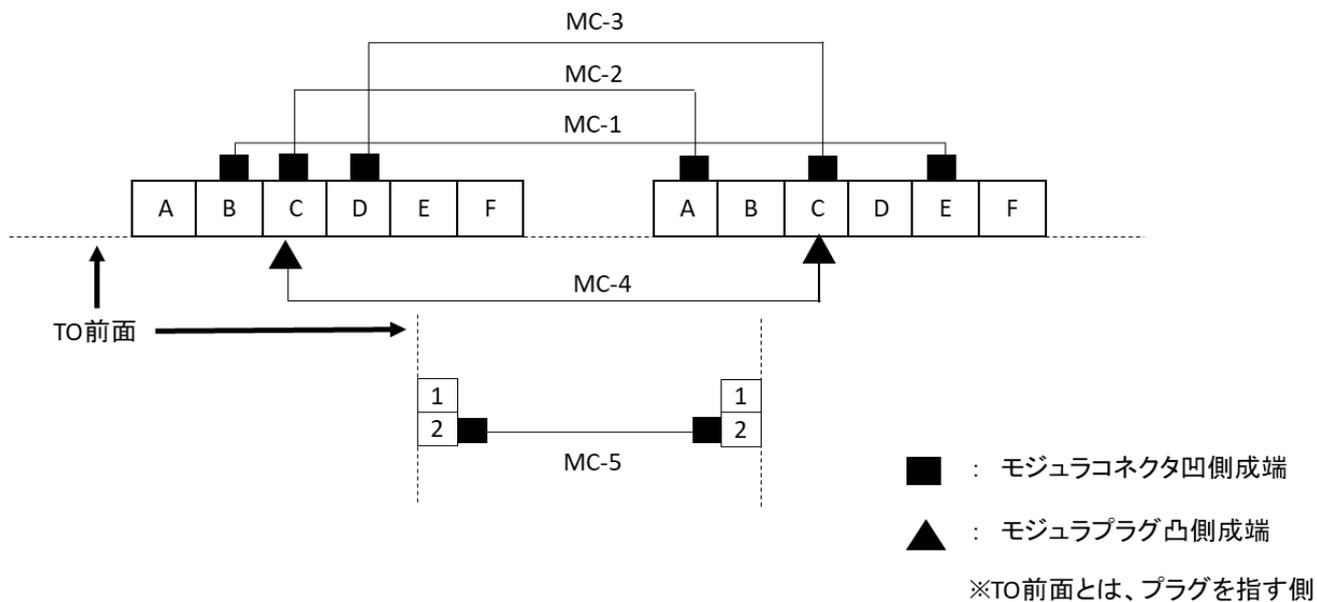

図4 配線図
- ・ 各配置・配線は図3、図4に従って行うこと。
- ・ 試験終了時は図4の接続状態としておくこと。
- ・ 図3、図4に従いモジュラコネクタを配置し、空きポートにブランクチップを取り付けて、情報コンセントを組み立てる。なお、情報コンセント内の各ケーブルは住宅用スイッチボックス内で適切な余長を確保すること。
- ・ パッチコードをツイストペアケーブルとモジュラプラグを使用して作成し、図4に従い接続する。